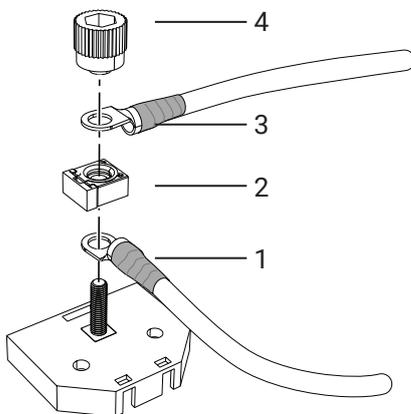
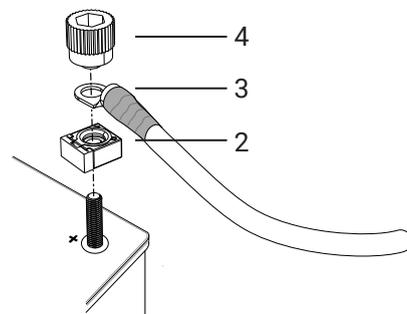

Figure 80. Connexion à la boîte à fusibles
Figure 81. Connexion au pôle plus de la batterie
2. Le cas échéant, assurez-vous que l'interrupteur de cabine (CS) est en position « Arrêt ».
3. Lorsque vous utilisez la boîte à fusibles, connectez le câble (1) au pôle plus de la batterie et à la boîte à fusibles et placez le fusible (2) sur le dessus, voir Figure 80.
4. Lorsque vous vous connectez directement au pôle plus de la batterie, placez le fusible (2) sur le pôle plus, voir section Figure 81.
5. Connectez le câble d'alimentation principal (3) à la boîte à fusibles / pôle plus, voir sections Figure 80 - Figure 81.
6. Vissez les connecteurs de câbles et le fusible principal au bouton (4). Les câbles sont montés à 90° ou 180° les uns par rapport aux autres. Le fusible doit être monté perpendiculairement par rapport aux câbles, voir Figure 80 - Figure 81.